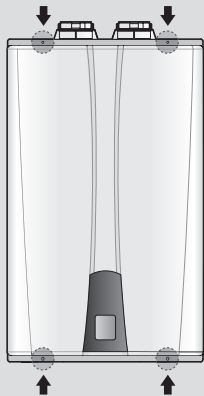

Figura 1. Cubierta Delantera de la Serie NPE
2. Con un destornillador manual Phillips, quite 4 tornillos (2 de arriba y 2 de abajo) del conjunto de cubierta delantera para acceder a los componentes internos. Consulte la ilustración de la cubierta delantera en la Figura 1.